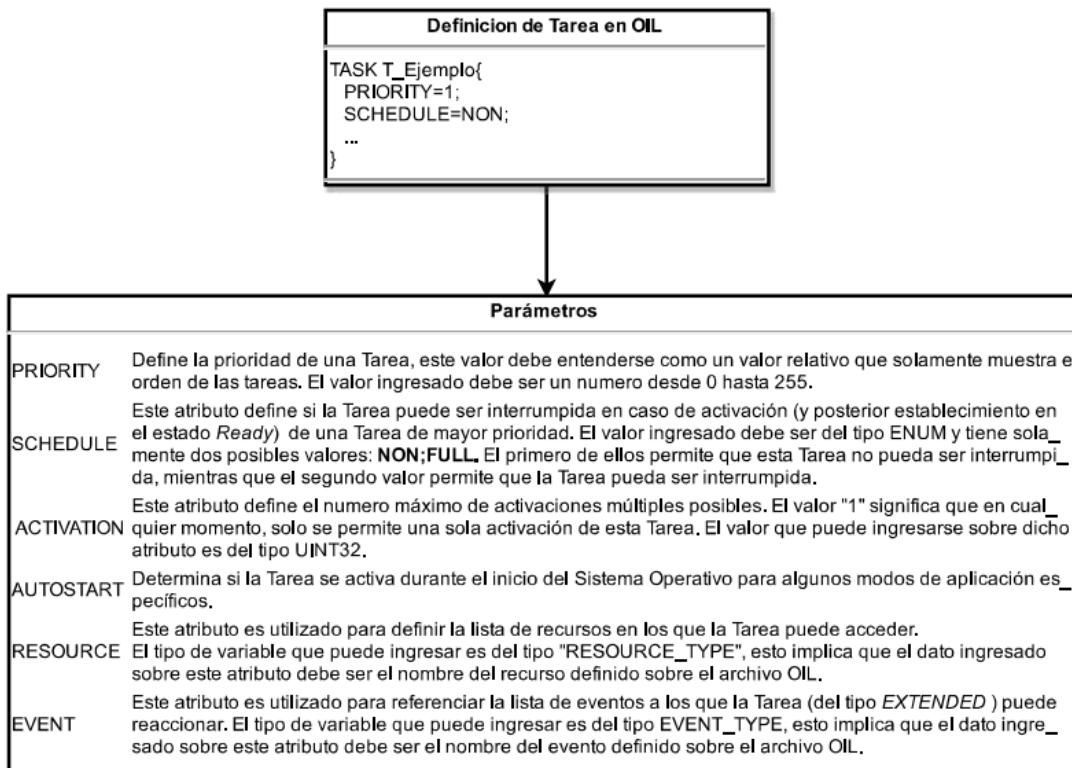

Figura 55: Definición de Tarea sobre archivo de configuración.
- **Paso 5:** A continuación se define una Tarea que efectua la configuración inicial de la placa, y de los puertos GPIO utilizados para el Display 7 Segmentos. La instrucción que permite la definición de una Tarea sobre el archivo de configuracion *OIL* es *TASK*, la Figura 55 ilustra el proceso llevado a cabo.
- **Paso 6:** La tarea que se desea definir en primer lugar, necesita activarse en el momento de inicio del programa. Teniendo en cuenta los atributos explicados sobre la figura 55 ,se determina que *AUTOSTART* adquiera el valor *TRUE*. Dado que no se prevee que dicha Tarea vuelva a ejecutarse durante el desarrollo del programa, se asigna una prioridad baja y su tipo designado es *BASIC*. La Figura 56 ilustra la definición de dicha Tarea.